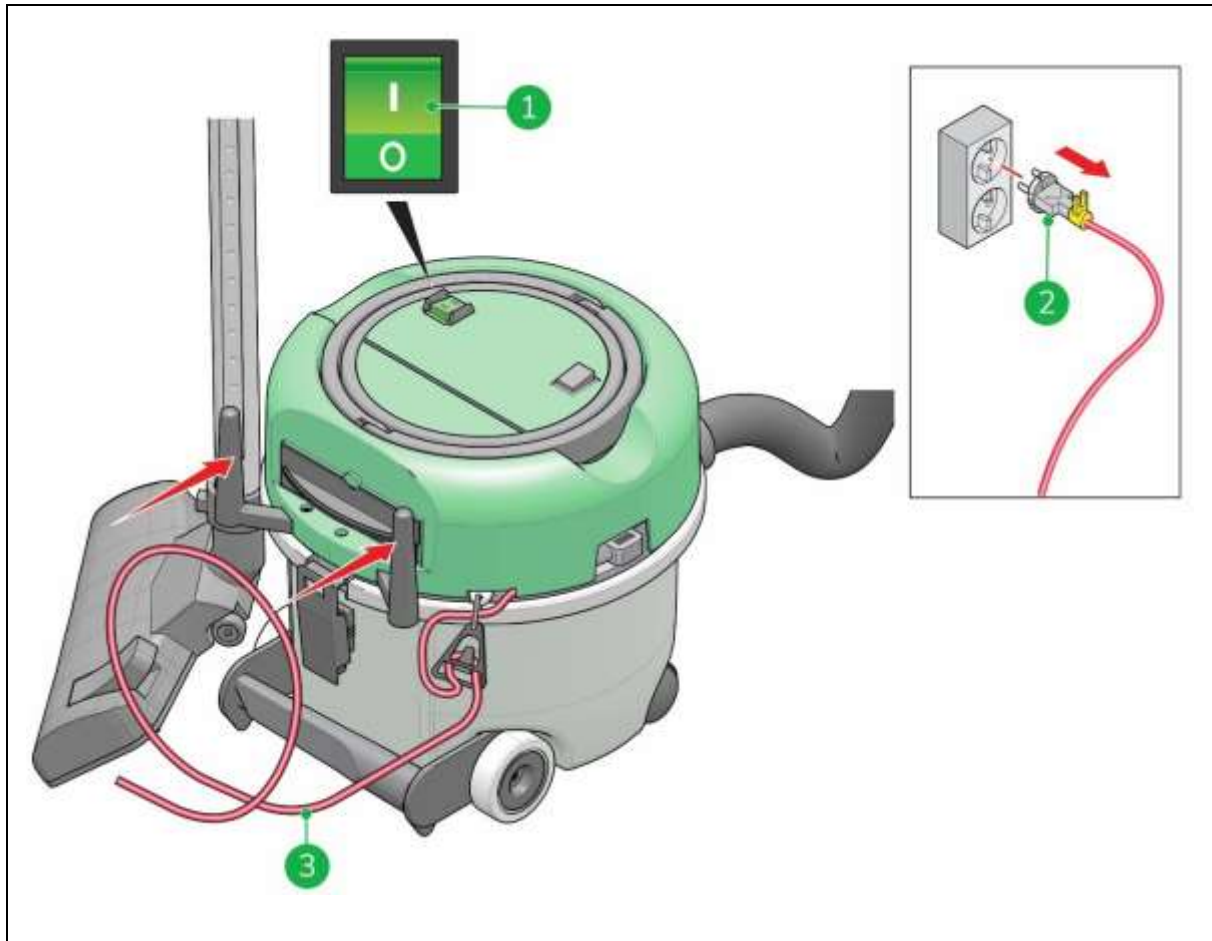

Figure 21
1. Appuyez sur l'interrupteur ON/OFF (fig. 21, pos. 1) sur le capot de l' Dry Plus pour l'éteindre.
2. Débranchez le câble d'alimentation de la prise murale (fig. 21, pos. 2).
3. Enroulez le câble d'alimentation autour des deux crochets de rangement (fig. 21, pos. 3) sur le côté du bac **en commençant côté machine**.